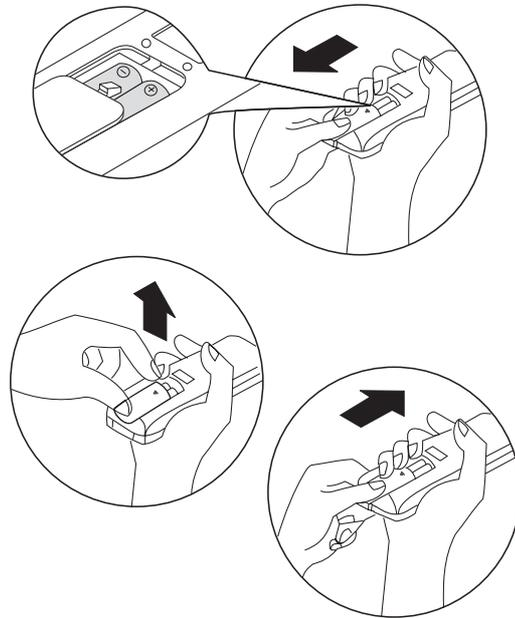

Abb. 9
- Nehmen Sie den Schutzdeckel ab (siehe Abbildung 9).